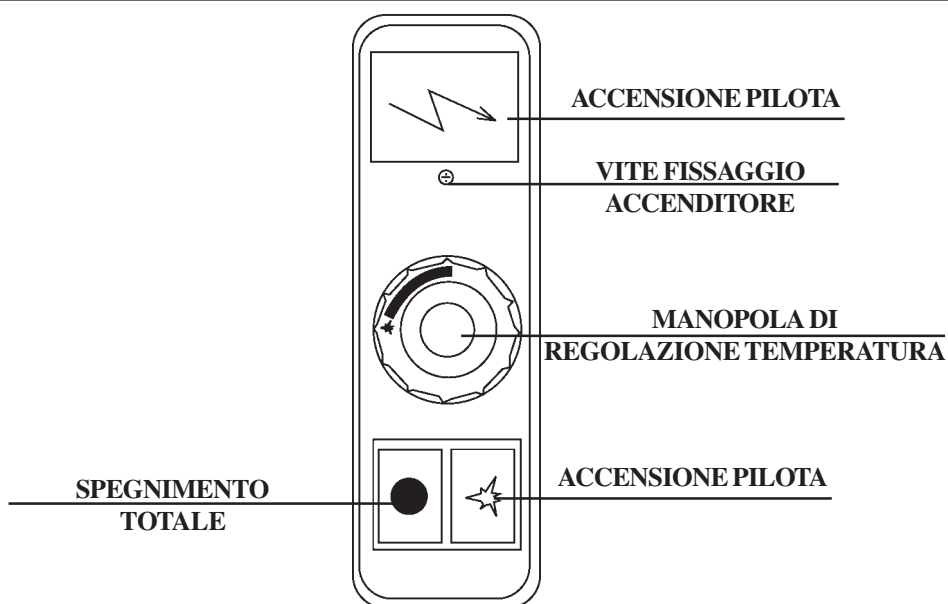

Fig. 9
E - Valvola termostatica (Fig. 9)
ATTENZIONE: I pulsanti debbono essere come indicato in Fig. 9, non dimenticate l'interruzione della termocoppia!
5.1 ACCENSIONE PILOTA (FIG. 9)